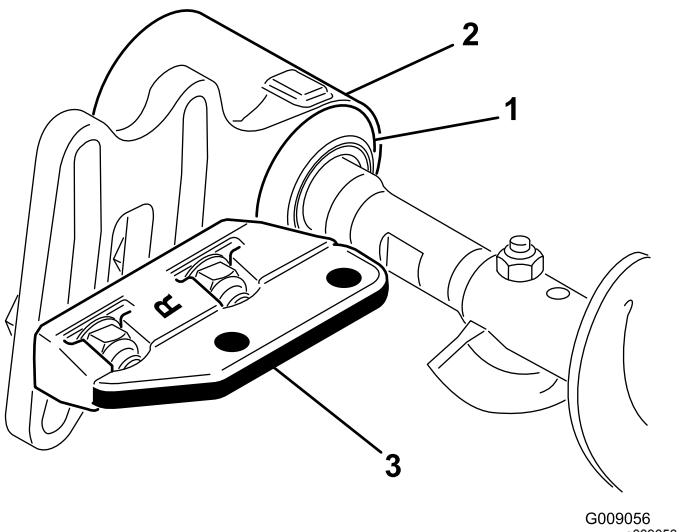

Figura 10
- 9. Fate scorrere ogni guarnizione verso l'esterno fino a creare un leggero contatto tra le guarnizioni a labbro e ogni alloggiamento dei cuscinetti (Figura 10).